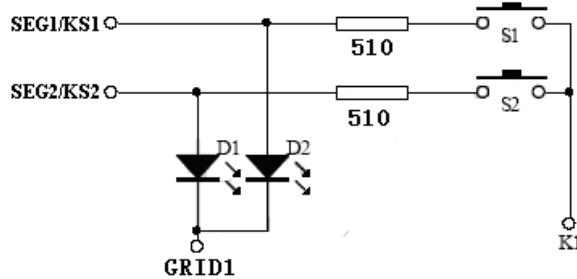

图15
2、在SEG1—SEG N上面串联电阻如图15所示，电阻的阻值应选在510欧姆，太大会造成按键的失效，太小可能不能解决显示干扰的问题。